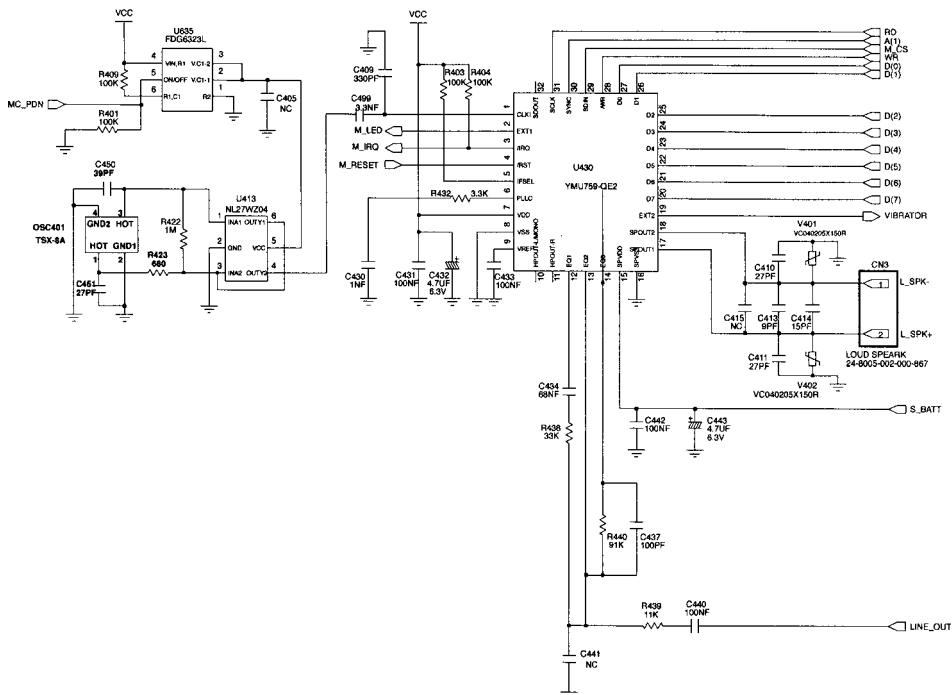

Рис. 14. Электрическая схема цепи звукового сигнала
- наличие высокого уровня на выводе 4 микросхемы U430 (см. рис. 14), а также цепи, связанные с микросхемой U102;